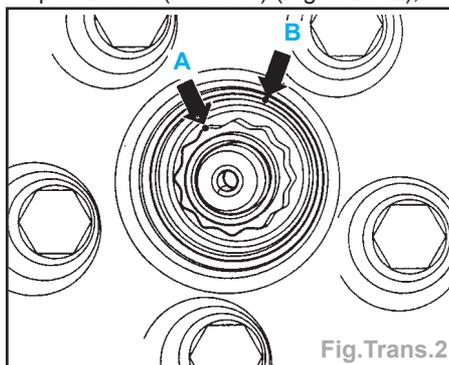

Fig.Trans.2
- repérer l'un des douze pans de l'écrou par un trait (flèche **A**) (Fig.Trans.2),